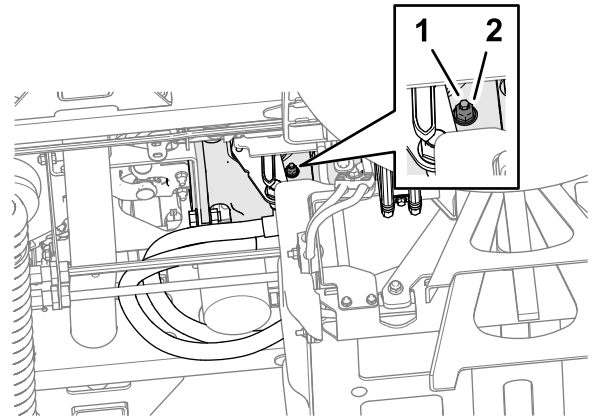

Figura 106
3. Desde la parte inferior de la máquina y en el lado derecho de la bomba de tracción, afloje la contratuerca que sujeta el tornillo de ajuste de retorno a punto muerto (Figura 106).